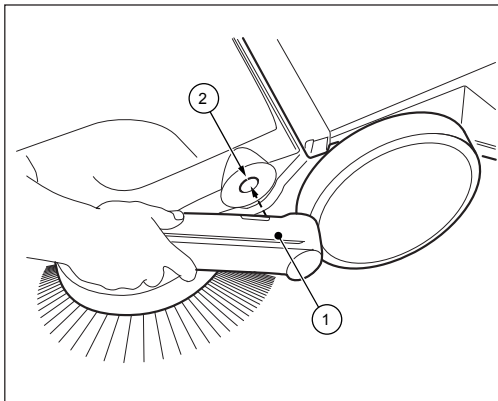

Bild 7: Montera handtagsbeslag (SWP 475)
1. Placera handtagsbeslagen (1) enligt anvisningarna på bild 7.
2. Skjut in handtagsbeslagen i detta läge i de fästena (2) på sopmaskinen som konstruerats för detta ändamål. Eventuellt måste du bulta lätt på handtagsbeslagen.